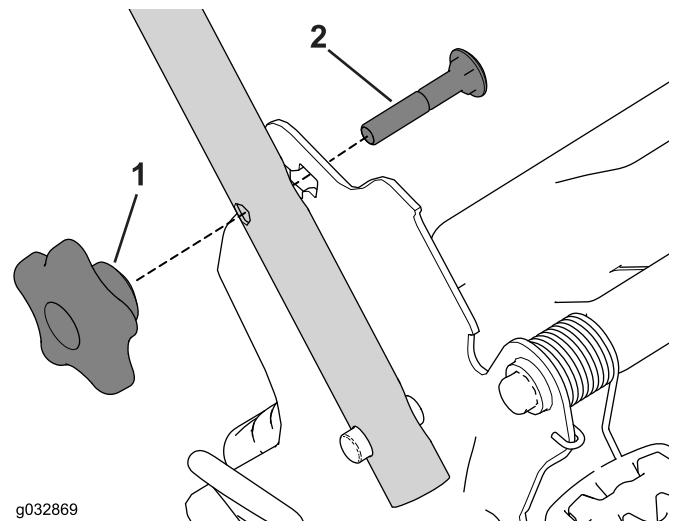

Bild 24
1. Entfernen Sie die 2 Griffhandräder sowie die 2 Schlossschrauben von den Handgriffhalterungen (Bild 24) und heben Sie sie auf.